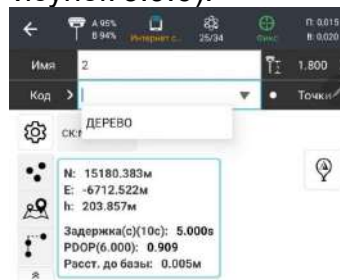

Рисунок 3.9.6
2. В появившемся списке кодов выберите интересующий вас код и отснимите точку с применением этого кода (Рисунок 3.9.6).